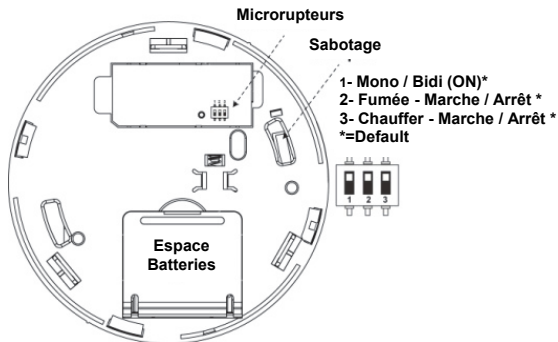

Figure 8: Vue arrière: Logement de piles, Autoprotection et DIP-SWITCH
1. Pour le mode de fonctionnement monodirectionnel: Réglez l'interrupteur DIP switch sur monodirectionnel (1-way) et configurez soit sur : fumée (2), soit sur chaleur (3) soit sur fumée et chaleur.
3. Ouvrez le couvercle du logement des batteries (voir la figure 8).